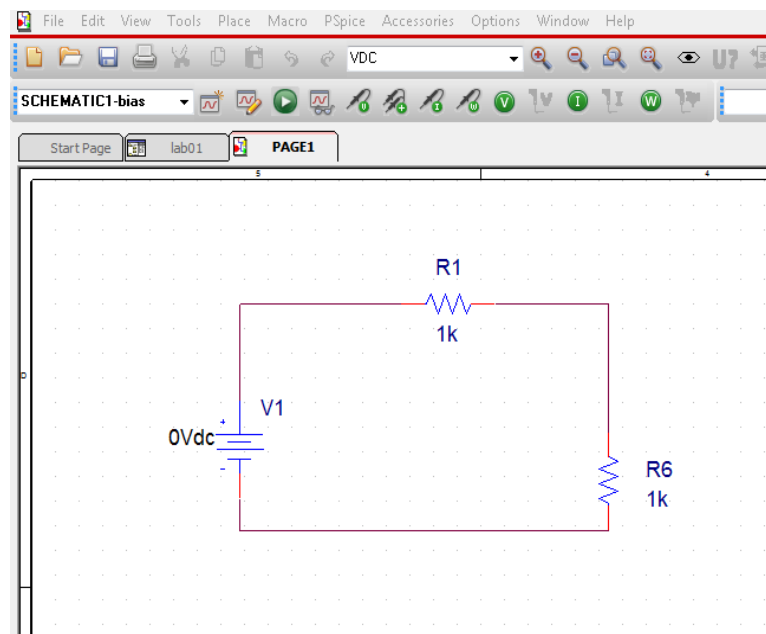

Рисунок 1.10 – Схема послідовного кола, що містить два резистори, без точки з'єднання із «землею»
5. Після завершення монтажу схема повинна виглядати приблизно так, як показано на рис. 1.10.